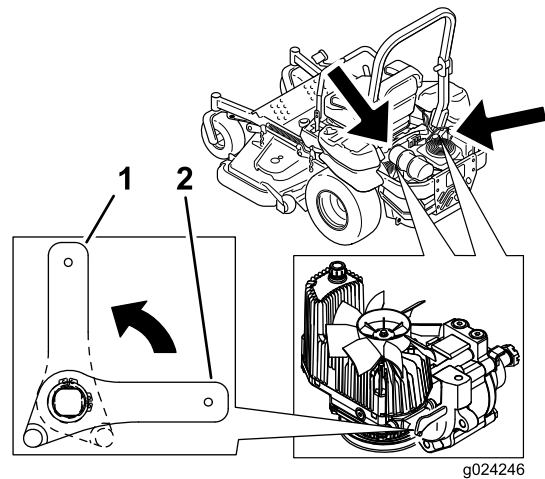

Figure 33
2. Tournez les leviers des vannes de déblocage en position verticale pour pousser la machine. Cela permet à l'huile hydraulique de contourner la pompe et aux roues de tourner (Figure 33).
4. Tournez les leviers des vannes de déblocage en position horizontale pour utiliser la machine (Figure 33).